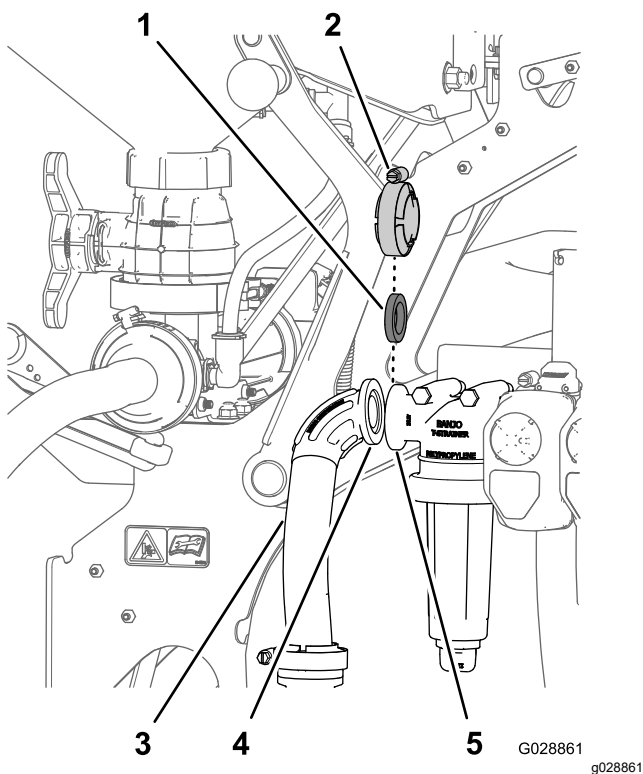

图 28
1. 将进水软管 90°接头的凸缘与压力式滤头的凸缘对齐 图 28。
2. 使用您在 准备安装清洁加药器阀 \(页码 10\) 的 1 中拆下的垫片和凸缘夹具图 28 将进水软管固定到压力式滤头。